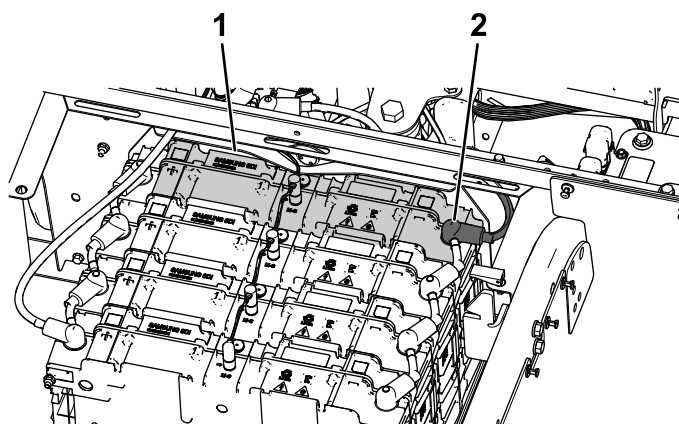

Bild 43
1. Entfernen Sie die negative (-) Polabdeckung vom vorderen Akkupack (Bild 43).